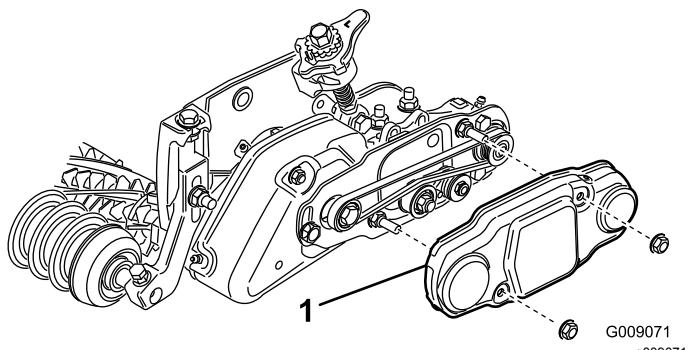

Bild 34
26. Schieben Sie die Riemenabdeckung auf die Befestigungsschrauben und befestigen Sie diese mit zwei Bundmuttern (**Bild 34**).